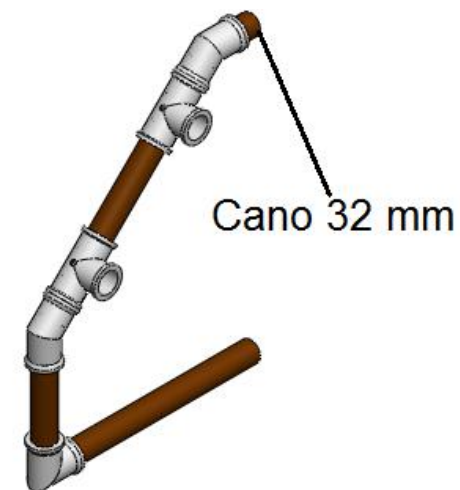

Figura 12. Passo 9 - Esquema de Montagem
-Passo 9: Junte um cano de 32 mm ao conjunto formado no passo anterior, conforme figura 12 (2 unidades);